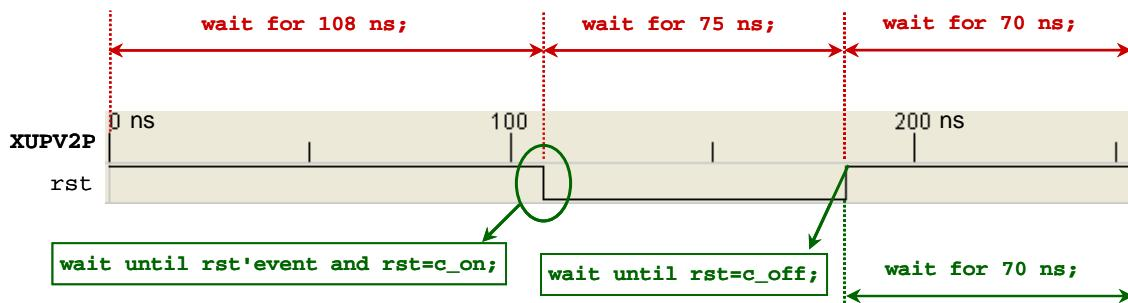

Figura 7.13: Captura de eventos del reset basados en tiempos o en eventos. Referenciado a la XUPV2P
En la figura 7.13 se muestran las dos opciones de manera gráfica. La primera opción, basada en tiempos, se muestra arriba; mientras que la segunda opción, basada en
Estamos enviando a una frecuencia de 115200 baudios (o lo que hayas puesto en la constante `c_baud` del paquete `UART_PKG`). Esto significa que cada bit se debería de enviar durante algo menos de 8681 ns (27). Como enviamos el bit de inicio, los 8 bits del dato y el bit de fin, el tiempo de transmisión será 10 veces mayor: 86810 ns, y a esto le tenemos que sumar el tiempo del reset (figura 7.13) que es algo menos de 300 ns. Por tanto, nuestra simulación durará unos 87110 ns, así que podemos indicar al simulador que simule 88 µs.
Tenemos que comprobar que la señal de reset se comporta como muestra la figura 7.13 (o invertida si trabajamos con la Nexys2). Y que aproximadamente a los 260 ns se activa la señal `transmite`, esta activación debe durar un ciclo de reloj. Simultáneamente la señal `dato_tx_in` debe de cambiar a "01010101". Posteriormente ambas señales se ponen a cero.